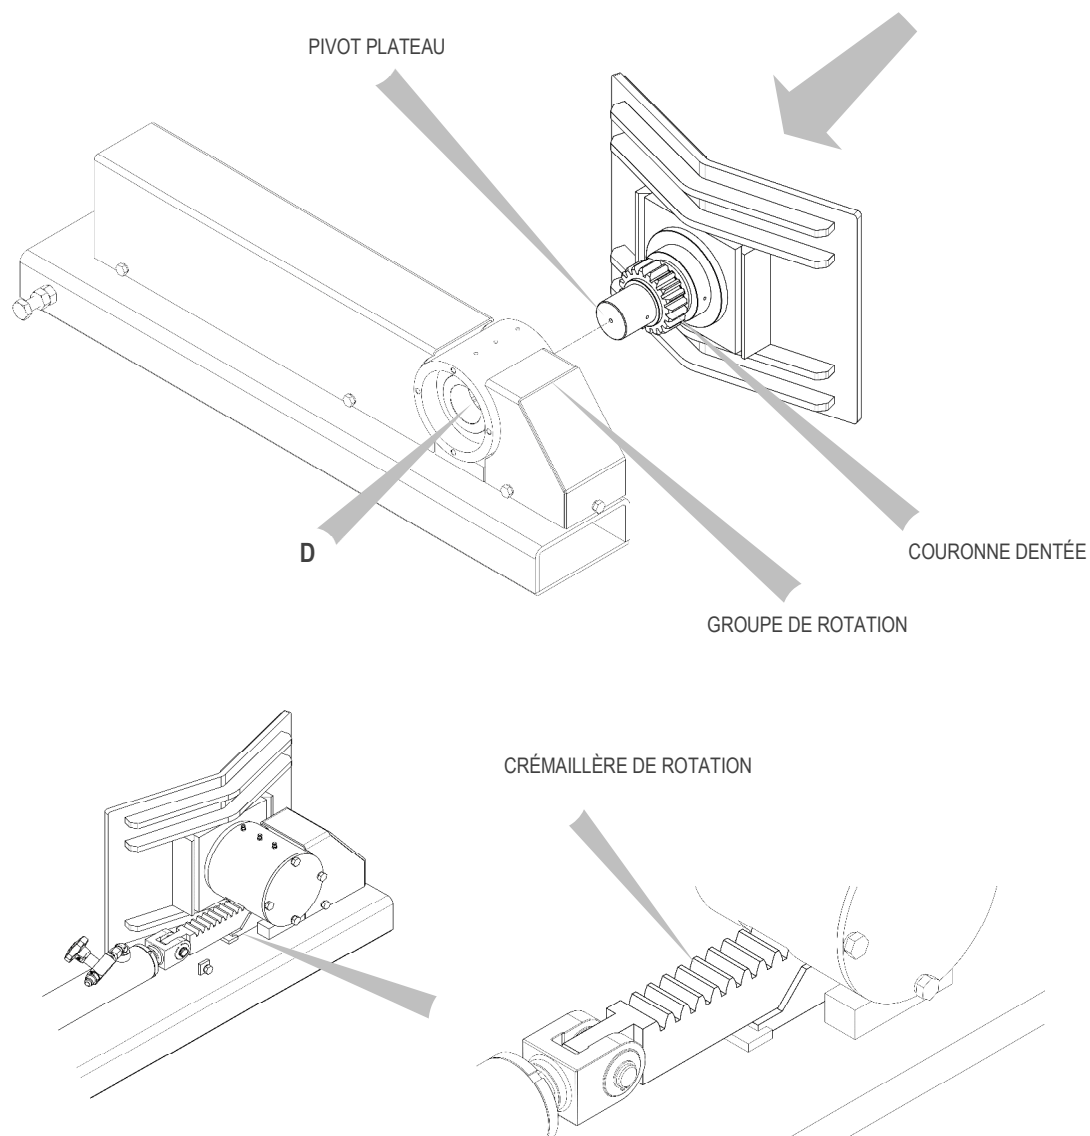

Figure 20
4. Placer le pivot du plateau dans l'axe avec le groupe de préhension et, en le maintenant parallèlement au plan de la fourche, insérer le plateau dans le groupe de préhension en veillant à engrener la couronne dentée avec la crémaillère de rotation (voir Figure 20)